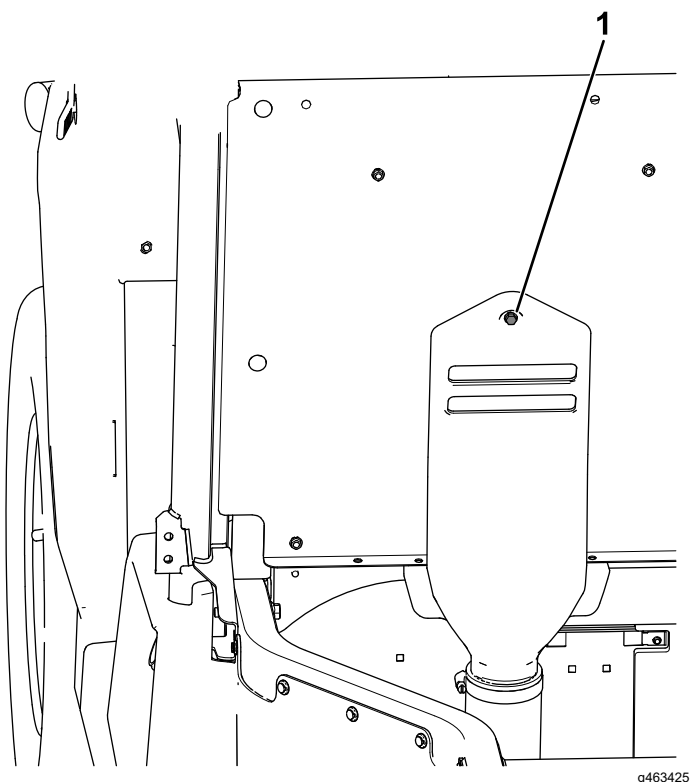

Bild 24
- B. Stecken Sie die unverlierbare Schraube, die an der CVT-Ansaughaube befestigt ist, in das Loch in der Sitzplatte (Bild 24).